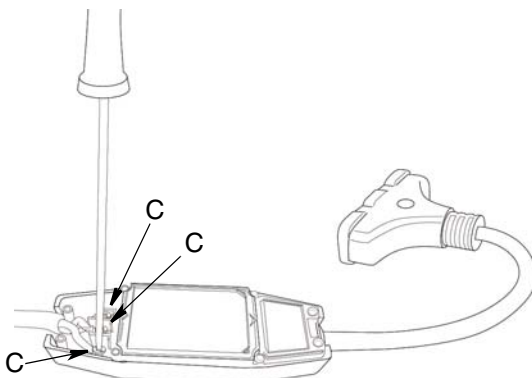

FIG. 13
3. Afloje tres tornillos Phillips #2 (C) y desconecte los hilos negro, blanco y verde de las terminales ICFT (FIG. 13).
2. Conecte el alambre verde del cable con el terminal verde del módulo de ICFT. Conecte el alambre negro del cable con el terminal de cobre. Conecte el alambre blanco del cable con el terminal plateado. Vuelva a enroscar los tres tornillos Phillips #2 (C) (FIG. 13).